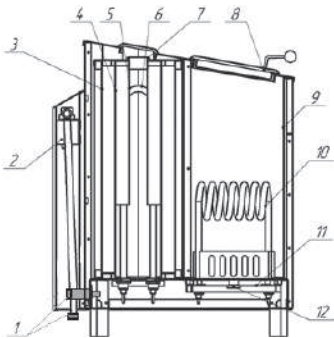

Abb. 3 Das elektrische Heizgerät 4,25; 6,25 kW
Über den wärmedichten Wasserbehälter (Pos. 3, Abb. 3, 4) geht der Kanal mit dem Kastenquerschnitt (Pos. 4, Abb. 3, 4), in dem die Rohrheizkörper (Pos. 6, Abb. 3, 4) eingestellt sind. Erwärmung des Wassers bis zum Siedepunkt erfolgt durch die Wärmeübertragung über die Wände des Kanals von den Rohrheizkörpern an das Wasser. Innerhalb des Kanals gibt es dampfführende Kasten (Pos. 5, Abb. 3, 4), über die der Dampf in den Unterteil des Kanals zugeleitet wird, wo er sich mit der Luft, die in den Kanal von unten kommt, vermischt. Durch Konvektionsströme kommt das Dampf-Luft-Gemisch nach oben, in dem es bis zur Temperatur 300-330 °C erwärmt wird, und wird in den Raum über eine Düse ausgestoßen (Pos. 7, Abb. 3, 4). Der Behälter wird über das Ventil mit dem eingebauten Eingangsfilter (Pos. 2, Abb. 3, 4) automatisch gefüllt und nachgefüllt.
Steinerwärmungseinheit ist ein wärmedichter Stahlbehälter (Pos. 9, Abb. 3, 4) mit den eingebauten Rohrheizkörpern (Pos. 10, Abb. 3, 4). Innerhalb des Behälters wird ein Stein zur Dampferzeugung gelegt. Im Oberteil befindet sich wärmedichte Tür/Türe (Pos. 8, Abb. 3, 4), durch die ein Teil der Wärme zur Erwärmung des Raums zugeleitet werden kann (die Tür/Türe ist/sind geöffnet), oder kann die gesamte Wärme zur Erwärmung des Steinsatzes verwendet werden (die Tür/Türe ist/sind geschlossen). Die Rohrheizkörper sind auf einer Basis (Pos. 11, Abb. 3, 4) montiert, die mit den Bimetallthermostaten (Pos. 12, Abb. 3, 4) ausgestattet ist. Die Bimetallthermostaten schalten die Stromversorgung an den Rohrheizkörpern bei der Erreichung der bestimmten Temperatur innerhalb des Behälters aus.
1.4.7 Der elektrische Ofen wird mit dem Wasser von dem externen Wasserversorgungssystem versorgt. Zufuhr und Abfluss des Wassers erfolgt über den Einfüllschlauch und den Ablaufstutzen (Pos. 1, Abb. 3, 4), die an der Hinterwand des elektrischen Ofens unter dem abnehmbaren Gehäuse angeordnet sind.